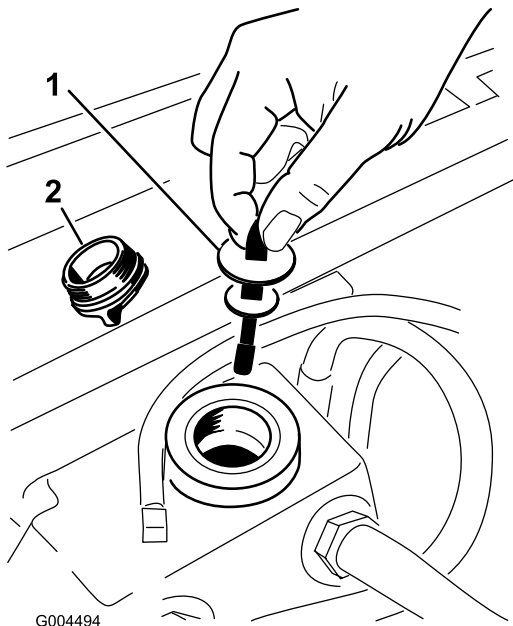

Figura 63
5. Retire el tapón de llenado de aceite hidráulico del cuello de llenado (Figura 63).
7. Inserte la varilla en el cuello de llenado; luego retírela y compruebe el nivel del fluido (Figura 63).
6. Retire la varilla y límpiela con un paño limpio (Figura 63).